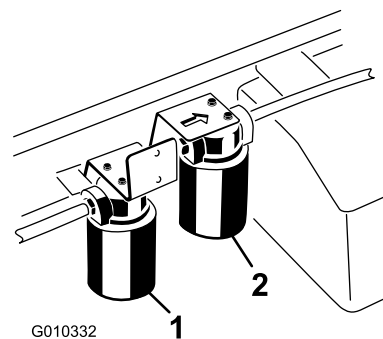

Figure 79
2. Nettoyez la zone autour de la surface de montage du filtre. Placez un bac de vidange sous le filtre et enlevez le filtre (Figure 79).
1. Nettoyez la zone autour de la surface de montage du filtre grand débit (Figure 79). Placez un bac de vidange sous le filtre et enlevez le filtre.